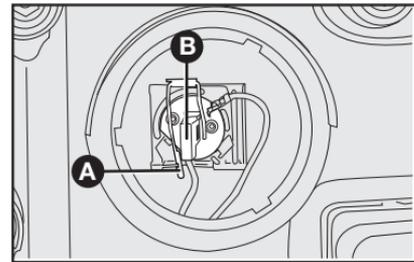

fig. 35
- 2) soltar el conector **B-fig. 35**;
3) apretar hacia abajo el elemento de fijación **A-fig. 35**, abriéndolo lateralmente;
- 5) posicionar la nueva lámpara en su alojamiento, reenganchar el elemento de fijación **A-fig. 35** y recolocar el conector **B-fig. 35**;